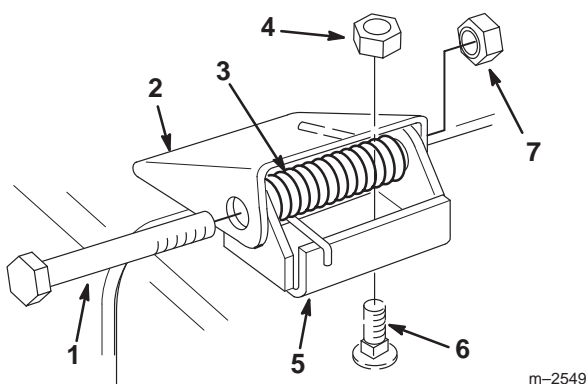

Abbildung 53
2. Sicherungsmuttern, Schrauben und Federn entfernen, mit denen die Ablenkblechhalter an den Schwenkbügeln befestigt sind (Abb. 53).
3. Wenn die Schwenkbügel ausgetauscht werden müssen, die Schloßschrauben und Konusmuttern entfernen, mit denen die alten Bügel an der Oberseite der Auswurföffnung befestigt sind. Dann die Austauschschwenkbügel installieren. Darauf achten, daß die Köpfe der Schloßschrauben an der Innenseite des Mähwerks liegen (Abb. 53).
4. Die Ablenkblechhalter mit Schrauben, Federn und Sicherungsmuttern an den Schwenkbügeln anbringen. Darauf achten, daß die geraden Enden der Federn zwischen Ablenkblechhaltern und Grasablenkblech positioniert sind (Abb. 53).
5. Die Sicherungsmuttern festziehen, bis sie die Schwenkbügel berühren (Abb. 53).